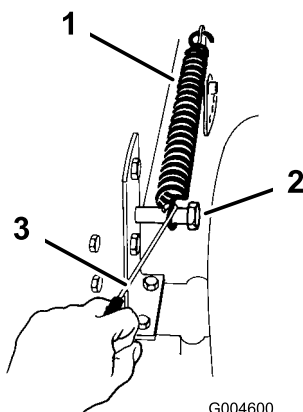

Bild 39
9. Entfernen Sie die Feder des Schnitthöhenhubs mit dem mit dem Traktor mitgelieferten Federwerkzeug von der Befestigungsschraube (Bild 39).
19. Haken Sie die Feder des Schnitthöhenhubs an der Befestigungsschraube ein (Bild 39). Verwenden Sie dazu das mit dem Traktor mitgelieferte Federwerkzeug.